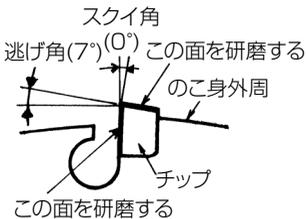

図 19
- チップの外周部(太線部)、スクイ面(太線部)を0.2 mm程度研磨してください。(図19)